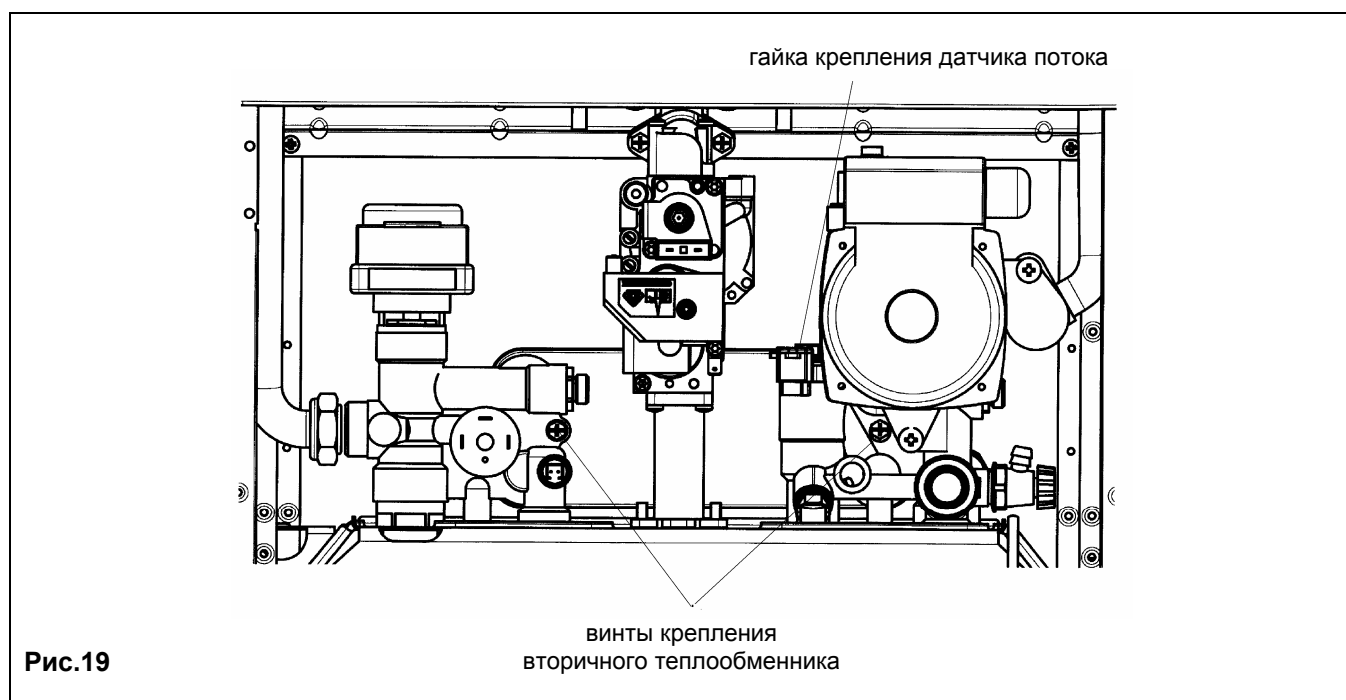

Рис.19
- отвинтите два винта (прямо перед вами), крепящие теплообменник ГВС, и выньте его (рис.19).
- отверните гайку на блоке датчика потока воды (рис.19);